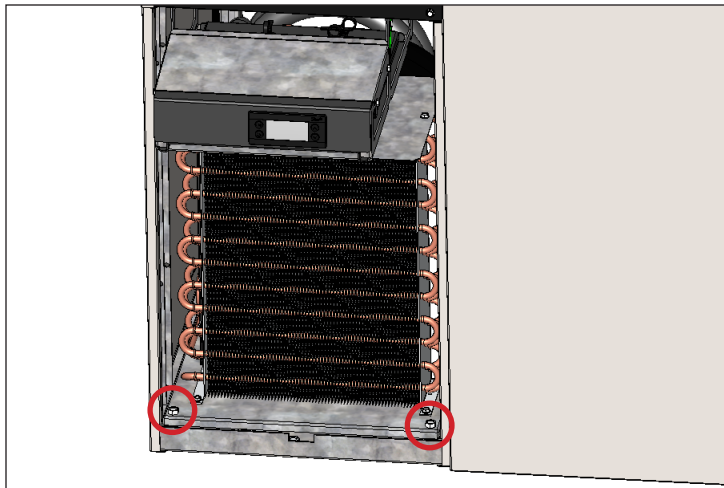

Abb. 4 Die Schrauben des Verflüssigersockels entfernen.
6. Die Schrauben des Verflüssigersockels entfernen. Siehe Abb. 4.